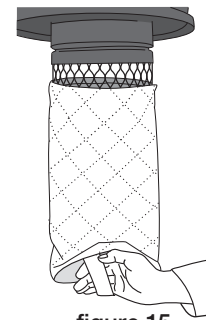

figure 15
2. Then, use the strap at the base of the filter to remove (**figure 15**) We recommend cleaning the filter every time the dust receptacle is emptied. You may shake it out.
Utiliser la ganse située à la base du filtre pour le retirer (**figure 15**). Nous recommandons le nettoyage du filtre à chaque vidange de cuve. Vous pouvez le secouer.